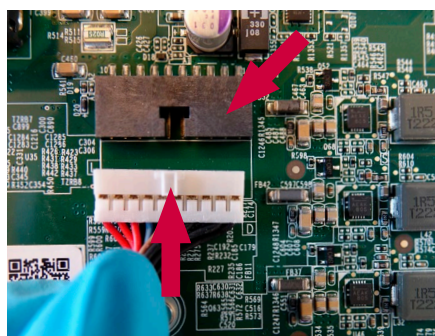

Figura 32 Voltar a ligar o conector da bateria
- a) **Volte a ligar a bateria ao conector da bateria (ver a Figura 12 e a Figura 32)**